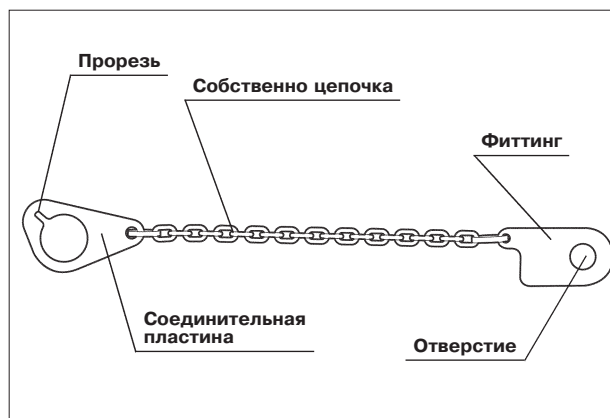

Рис. 2.1
1. Убедитесь в отсутствии трещин, разрывов, износа, деформаций и других повреждений на цепочке (см. рис. 2.1).